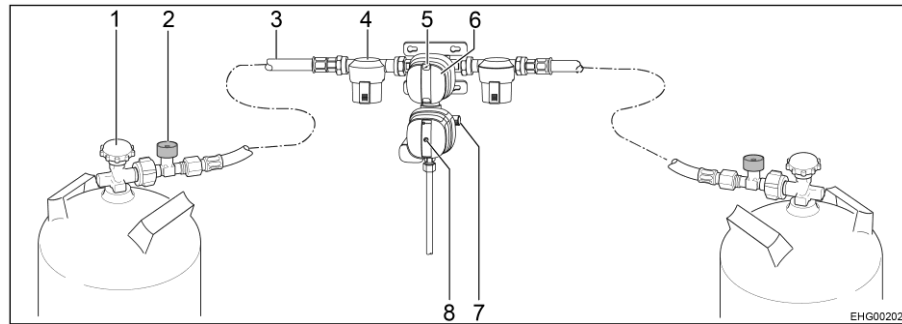

Fig. 92 Sistema de regulación de presión de gas de seguridad DuoControl CS
El sistema de regulación DuoControl se compone de una válvula selectora y el sensor de impacto. El sistema de regulación DuoControl está montado entre las mangueras de alta presión (Fig. 92,3) con dispositivo de seguridad en caso de rotura de manguera (Fig. 92,2). Con el botón giratorio (Fig. 92,6) en la válvula selectora se puede determinar cuál de las bombonas de gas se utilizará como bombona de servicio y cuál de ellas como bombona de reserva.
En la mirilla (Fig. 92,5) se indica el estado del suministro de gas:
El sensor de impacto bloqueará el suministro de gas en caso de un impacto significativo (p. ej. accidente). La posición del botón de restablecimiento amarillo (Fig. 92,8) indica el estado de funcionamiento del sensor de impacto:
- Si el botón de restablecimiento amarillo (Fig. 92,8) está hundido, el sensor de impacto está dispuesto para el funcionamiento.
- Si el botón de restablecimiento amarillo (Fig. 92,8) sobresale, el sensor de impacto **no** está dispuesto para el funcionamiento. Puesta en funcionamiento, véase más abajo.
El dispositivo de seguridad en caso de rotura de manguera (Fig. 92,2) bloqueará el flujo de gas si se rompe la manguera conectada. El dispositivo de seguridad en caso de rotura de manguera se deberá activar pulsando la tecla verde.
- Con el botón giratorio (Fig. 92,6) en la válvula selectora, seleccionar la bombona de gas de la que habrá de tomarse el gas principalmente (bombona de servicio). Girar el botón giratorio siempre hasta el tope.
- Abrir las llaves de paso principales (Fig. 92,1) de las bombonas de gas.
- Pulsar la tecla verde del dispositivo de seguridad en caso de rotura de manguera (Fig. 92,2) por aprox. 5 segundos. En la mirilla (Fig. 92,5) se visualizará la marca verde.
- Si el sensor de impacto ha disparado (el botón de restablecimiento amarillo (Fig. 92,8) sobresale):
Hundir el botón de restablecimiento amarillo (Fig. 92,8) con fuerza, girarlo ligeramente en sentido de las agujas del reloj y mantenerlo pulsado por aprox. 5 segundos. Asegurarse de que el botón de restablecimiento permanezca en la posición hundida ("dispuesto para el funcionamiento").
- Cerrar las llaves de paso principales (Fig. 92,1) de las bombonas de gas.
En caso de que luz de control verde (Fig. 93,6) se apague durante el servicio y se encienda la luz de control roja (Fig. 93,5), estará vacía la bombona de servicio y se deberá cambiar. En la mirilla (Fig. 92,5) de la bombona de gas perteneciente se visualizará la marca roja. La bombona de reserva seguirá suministrando gas a los consumidores de gas.
- Girar el botón giratorio (Fig. 92,6) hasta el tope en sentido de la bombona de gas utilizada de momento. De este modo, esta bombona de gas ahora será la bombona de servicio y la bombona de gas vacía se convertirá en la bombona de reserva. La marca en la mirilla (Fig. 92,5) cambiará de rojo a verde.
- Cerrar la llave de paso principal (Fig. 92,1) de la bombona de gas vacía. Observar el sentido de la flecha.
- Pulsar la tecla verde del dispositivo de seguridad en caso de rotura de manguera (Fig. 92,2).